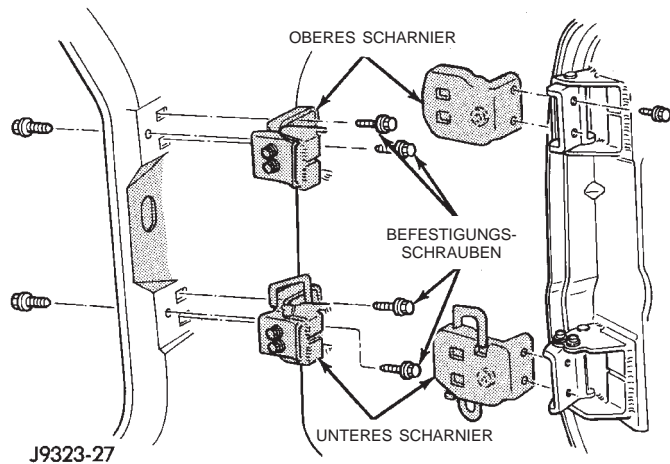

Abb. 15 Türscharniere und Befestigungsschrauben
- (1) Verkleidung abbauen.
- (2) Je nach Ausstattung, Fensterheber, Elektromotor der elektrischen Fensterheber und alle anderen Kabelbaum-Steckverbinder abklemmen.
- (3) Kabelbaum aus der Manschette und der Tür herauschieben.
- (4) Umriß der Türscharniere für den späteren Einbau markieren.
- (5) Türscharnier, Befestigungsschrauben, Platten und Distanzplättchen abbauen (Abb. 15).
- (6) Türscharnierplatten und Distanzplättchen für den korrekten Wiedereinbau markieren und sorgfältig aufbewahren.
- (7) Tür vom Fahrzeug abnehmen.